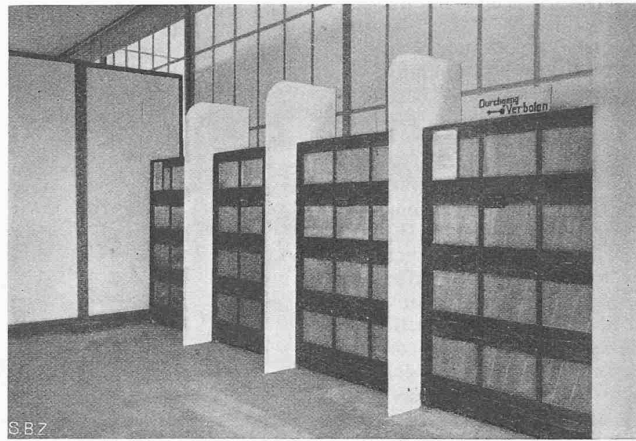

Abb. 13. Anwendung von Geaplatten in einer Zündholzfabrik
**Ebene Eternit-Tafeln.** Mannigfaltig sind die Verwendungsmöglichkeiten ebener Eternit-Tafeln als Fassadenverkleidungen, Fenstersimse, Trennwände, Tischplatten, Verkleidungen und Deckenuntersichten im Innenbau. Wenn die Eternitplatten sich dabei gegenüber billigeren Bauplatten behaupten können, ist dies hauptsächlich ihrer Unverbrennbarkeit und brandhemmenden Eigenschaft zu verdanken. Als Beispiel der Verwendung von Eternitplatten sei deshalb auf den Lagerraum der *Zündholzfabrik Unterterzen* (Abb. 13) hingewiesen. Er ist ganz mit unsern Geaplatten ausgekleidet, eine Spezialfabrikation der Eternitplatte für den Innenbau. Ausserdem sind die verschiedenen Zündholzstapel durch Zwischenwände, kleine «Brandmauern» in Geaplatten, getrennt, die imstande sind, einen allfälligen Brand zu lokalisieren.